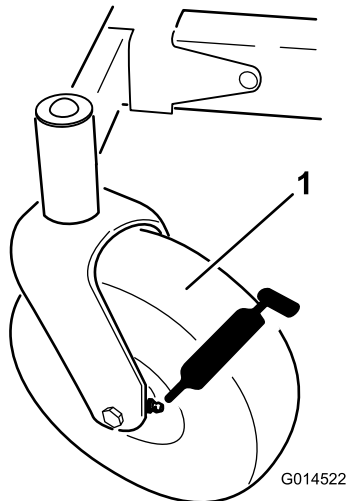
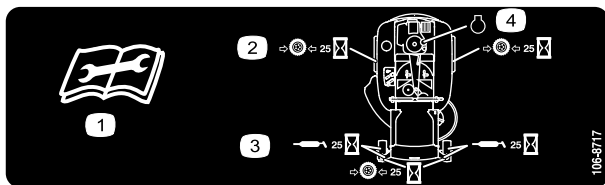

Bild 26
Bild 27
3. Reinigen Sie die Schmiernippel (Bild 26 und Bild 27) mit einem Lappen. Kratzen Sie bei Bedarf Farbe vorne von den Nippeln ab.
4. Setzen Sie die Fettpresse nacheinander an allen Nippeln an (Bild 26 und Bild 27). Fetten Sie